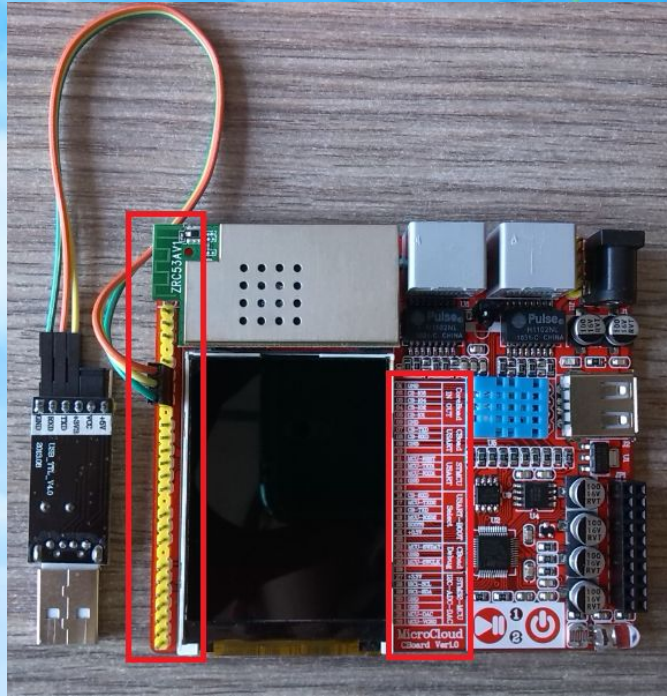

图 1-32 串口连接
①CH340 驱动的安装，请参照上一小节。
②安装 Flash Loader Demonstrator_v2.6.0_Setup 官方下载软件，注意低版本的软件不支持我们这款芯片。安装步骤简单，按提示安装即可。
①使用串口前先用跳帽将 3.3v 与 VCC 连接。然后使用杜邦线将串口与开发板连接，具体为：串口 TXD 与开发板 MCU-RXD1 相连，串口 RXD 与开发板 MCU-TXD1 相连，串口 GND 与开发板 GND 相连。液晶屏左侧插针与右侧文字标识一一对应。串口连接如图 1-32 所示：